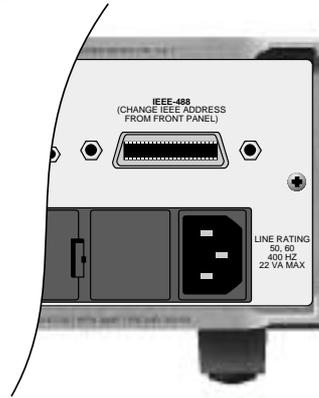

Abb. 4.4: Der IEEE-488-Anschluß auf der Rückseite des Multimeter 2000.
1. Verbinden Sie den Anschluß vom IEEE-488-Kabel mit dem IEEE-488-Anschluß des Multimeter 2000 auf der Rückseite des Geräts. Die Anschlüsse sind so entwickelt, daß eine Verbindung nur in einer Richtung möglich ist. Abbildung 4.4 zeigt die Rückseite des Multimeter 2000 mit dem IEEE-488-Anschluß.